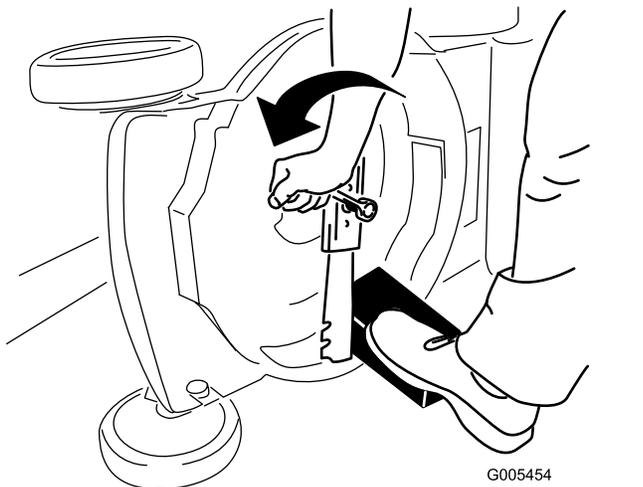

Рисунок 43
3. Используйте деревянную подкладку для неподвижного удерживания ножа (Рисунок 43).